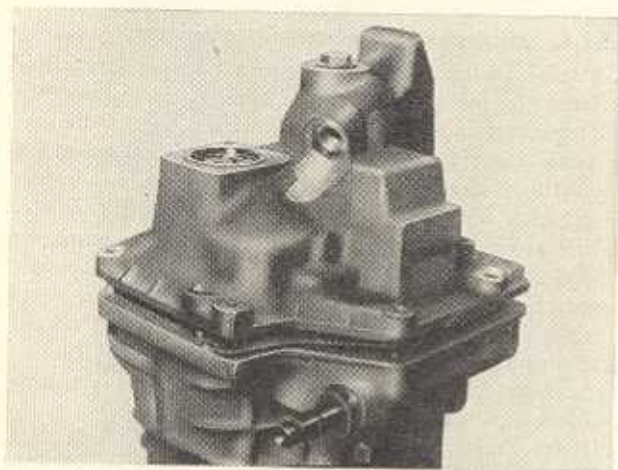

Bild G 126. Hinteres Getriebegehäuse aufsetzen
1. Papierdichtung auf gesäuberten Flansch des mittleren Getriebegehäuses legen, vormontiertes hinteres Getriebegehäuse (s. Abschnitt 4.10.6.) unter Beachtung der Schaltstangen und Achsensitze aufsetzen und acht Sechskantmutter über Kreuz mit untergelegten Federscheiben festschrauben (Bild G 126).